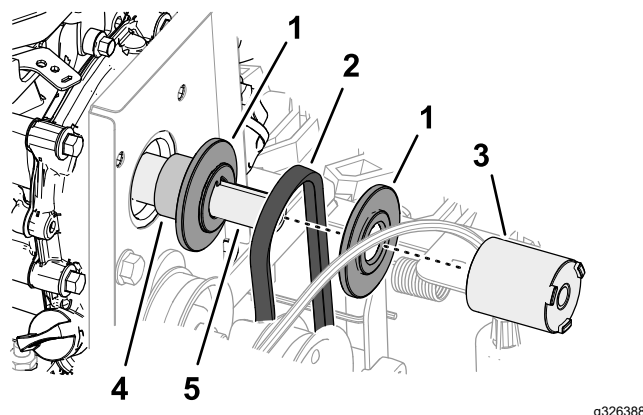

Figura 50
2. Nella parte superiore della macchina, allineate la cinghia di trazione nella scanalatura della puleggia di trazione e fate scorrere la cinghia di trazione sull'albero motore (**Figura 50**).